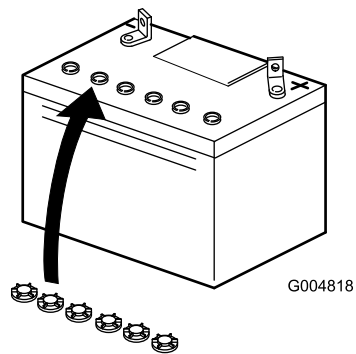

Bild 5
6. Sæt batteriets påfyldningsdæksler på (Bild 5).